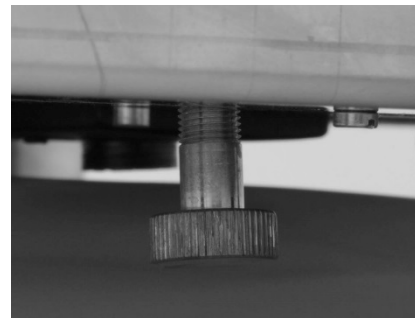

Abbildung 1, Einstellschraube für den Pumpendruck
- Die Einstellung des Pumpendrucks erfolgt über die Einstellschraube an der Unterseite der Maschine (Abb. 1). Zum Ablesen des aktuellen Pumpendrucks spannen Sie den Filterträger mit eingesetztem Blindsieb in eine beliebige Brühgruppe ein und starten Sie an dieser durch Drücken der Stern-Taste einen Brühvorgang. Der derzeitig eingestellte Pumpendruck kann am Manometer abgelesen werden. Stoppen Sie nun den Bezug durch Drücken der Stern-Taste. Nehmen Sie jetzt den Einstellvorgang vor und wiederholen Sie anschließend Punkt 7 bis der gewünschte Druck erreicht ist.